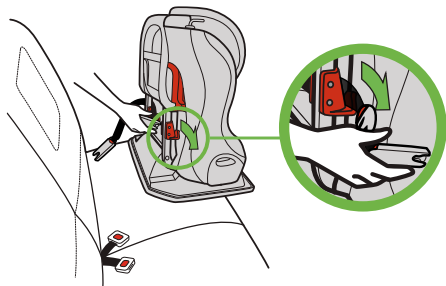

Figure 78
- En tenant les connecteurs DUA inférieurs le plus près de l'ajustement, faites passer la ceinture d'ancrage DUA dans le chemin de ceinture pour la position orientation vers l'avant pour que la ceinture d'ancrage DUA passe à travers les deux guides de ceinture rouges d'orientation vers l'avant, tel qu'illustré dans la **Figure 78**.